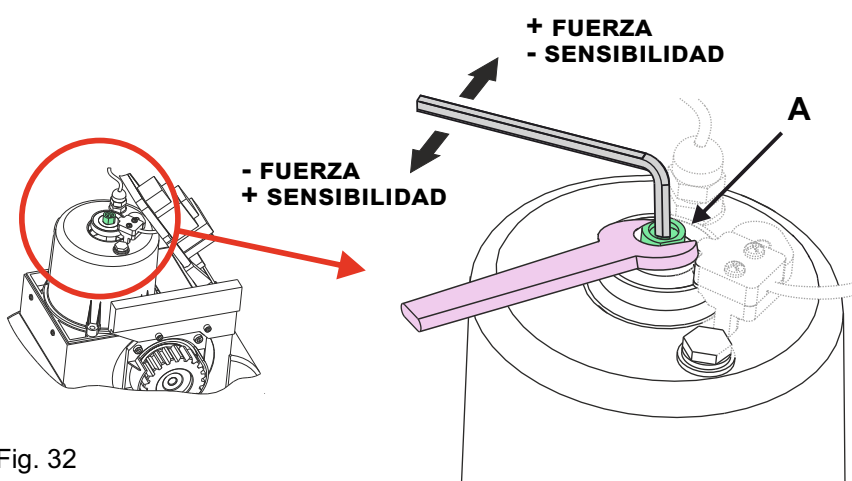

Fig. 32
10.2. Para ajustar el embrague operar en el tornillo sin cabeza «A» - Fig. 32 - en el modo siguiente: